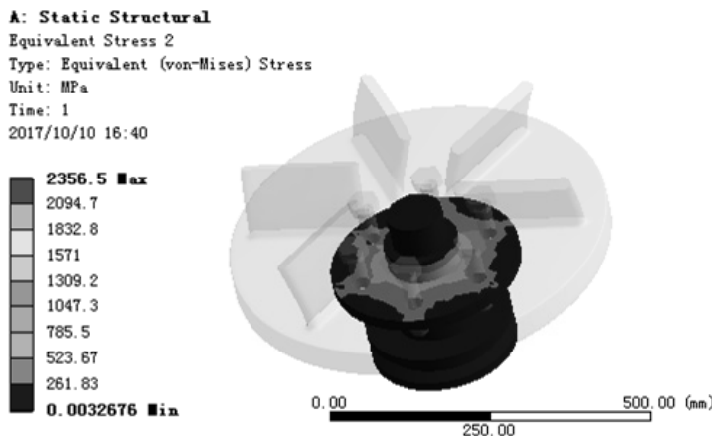

图 7.6.15 应力结果图解 (shaft)
(4) 查看 shaft 应力结果图解。在“Outline”窗口中选中 Equivalent Stress 2，查看图 7.6.15 所示的零件 shaft 的应力结果，其最小应力为 0.0032676 MPa，其最大应力为 2356.5 MPa。